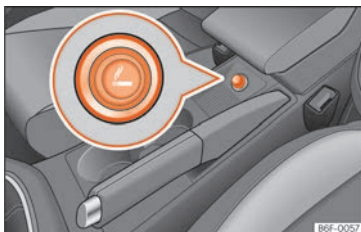

Fig. 160 Encendedor.
- Presione el encendedor »» **fig. 160** para activarlo »» ⚠.